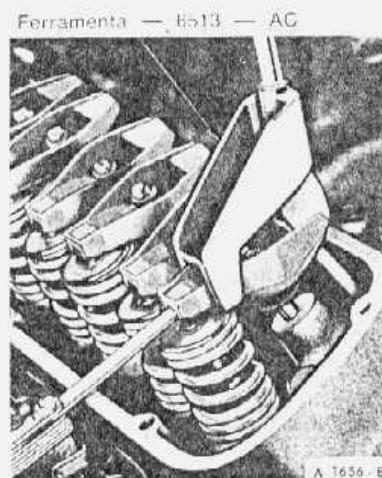

fig. 1 — verificação da folga das válvulas
2. Com a árvore de manivelas na posição mencionada nos itens 3, 4 e 5 seguintes, posicionar a ferramenta compressor de tucho hidráulico no balancim. Aplicar a pressão vagarosamente, a fim de eliminar o óleo do tucho, até o êmbolo do tucho atingir o ponto inferior (fig. 1). Manter o tucho nesta posição e verificar a folga entre o balancim e a válvula com um calibrador de lâminas. A largura das lâminas do calibrador não deverá exceder a 3/8".